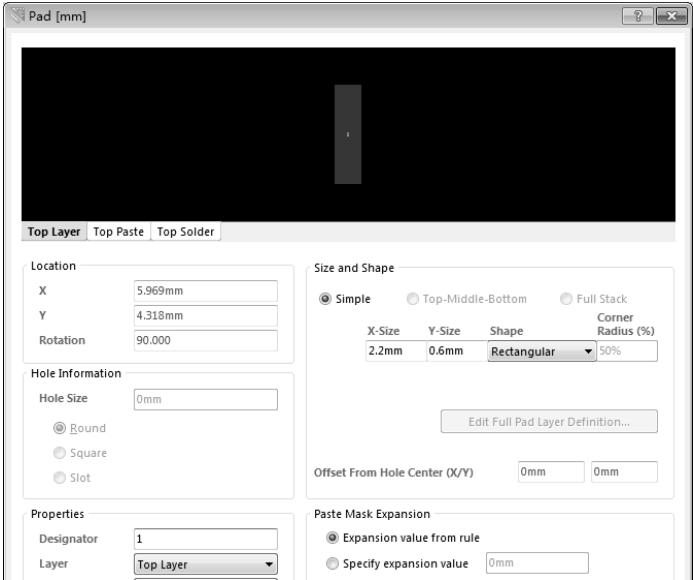

图 3.7.15 设置焊盘属性
(5) 放置焊盘：执行“Place (放置)” “Pad (焊盘)”命令，进入放置焊盘状态，按 Tab 键，弹出焊盘的属性设置对话框，如图 3.7.15 所示，设置其属性参数如表 3.7.2 所示，其他默认。